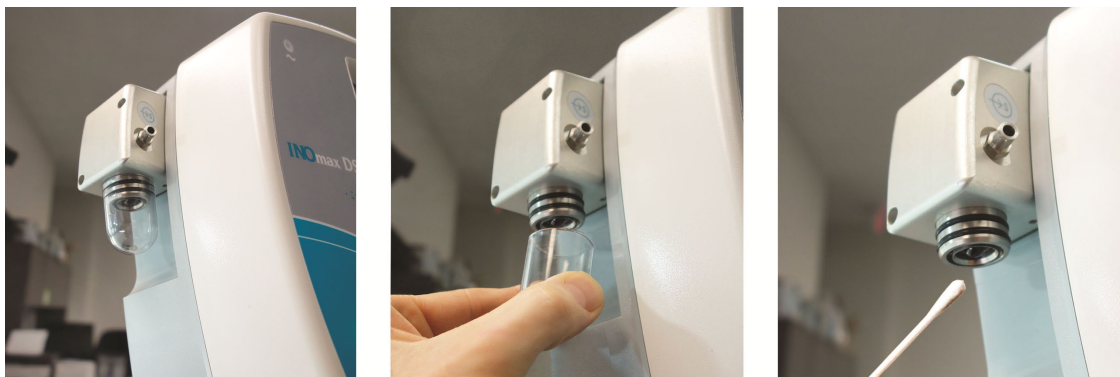

Figure 5. Retrait du Flaçon de piège à eau pour nettoyage du flaçon et du capteur optique
1. Détacher le Flacon du piège à eau du dispositif en le tirant vers le bas (voir la Figure 5).
1. Détacher le Flaçon du piège à eau du dispositif en le tirant vers le bas (voir la Figure 5).